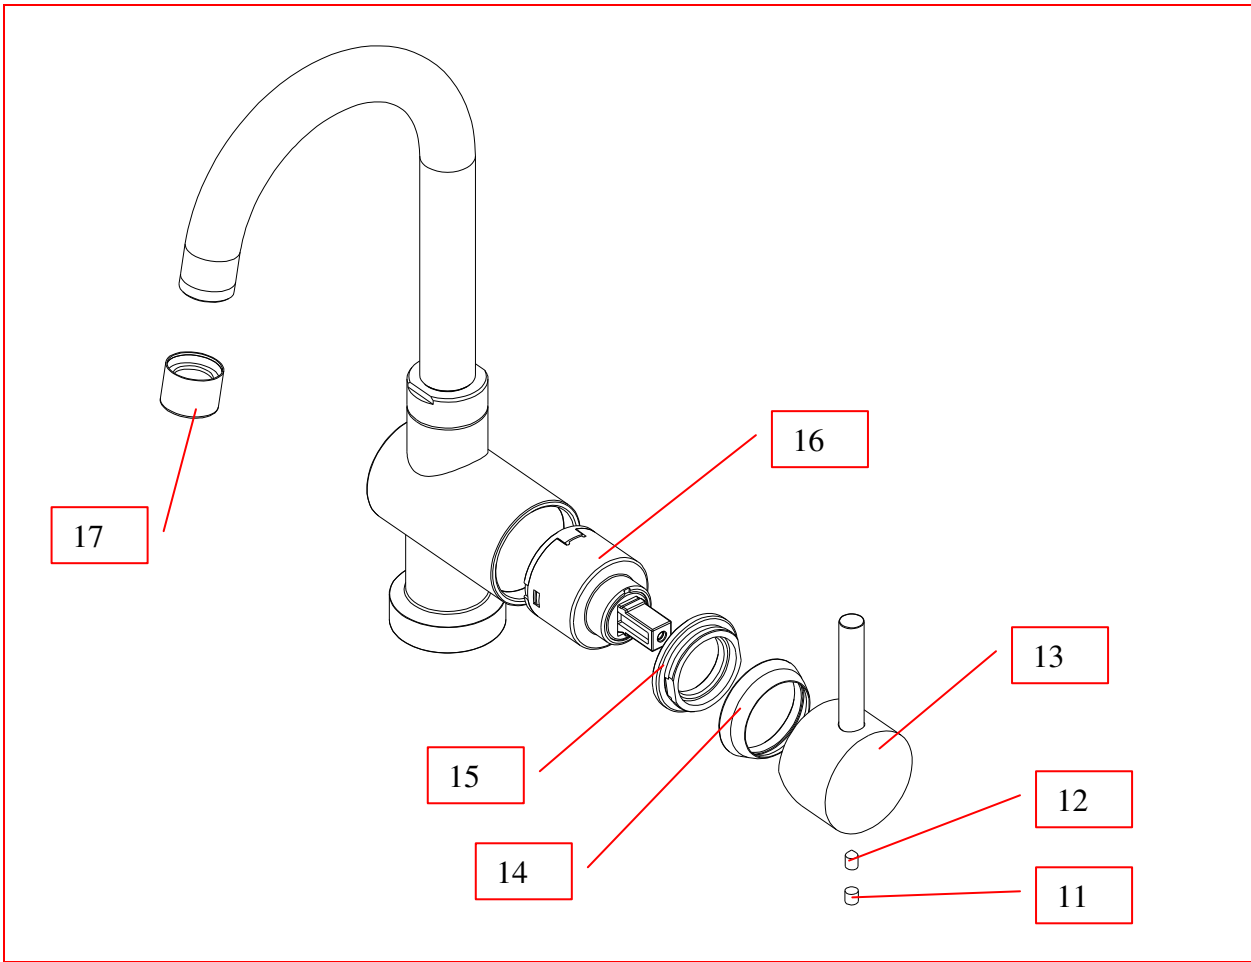

FIGURA 3 – MANUTENZIONE DEL MISCELATORE.
A-TOGLIERE IL TAPPINO (11), SVITARE IL GRANO DI BLOCCO (12) E TOGLIERE LA MANIGLIA (13) (FIGURA 3)